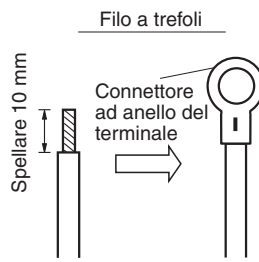
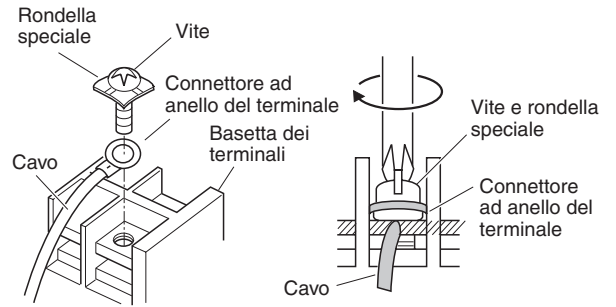

Fig. 4-7
Fig. 4-8
- (1) Asportare circa 10 mm di guaina isolante dall'estremità del cavo per esporne i fili, i quali andranno quindi attorcigliati. (Fig. 4-7)
- (2) Con un cacciavite a croce rimuovere la o le viti dalla bassetta dei terminali.
- (3) Con una pinza o altro attrezzo adeguato fissare bene l'estremità spellata del cavo al connettore ad anello del terminale.
- (4) Applicare il connettore a occhio al terminale corrispondente e serrare bene la vite. (Fig. 4-8)